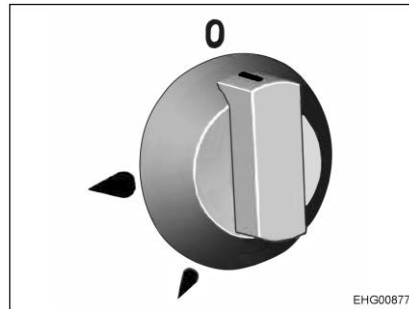

Bild 131 Drehregler
- Drehregler (Bild 131) der gewünschten Brennstelle drücken, auf Zündposition (große Flamme) drehen und gedrückt halten.
- Drehregler (Bild 131) drücken, auf Zündposition (große Flamme) drehen und gedrückt halten.
- Drehregler (Bild 131) leicht drücken und auf höchste Stufe (240 °C) drehen.